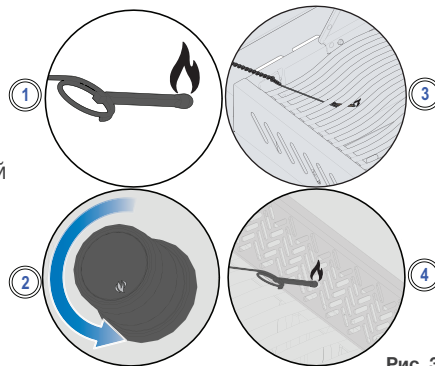

Рис. 3
3. поворачивая ручку соответствующей горелки на максимум. (Рис. 3)